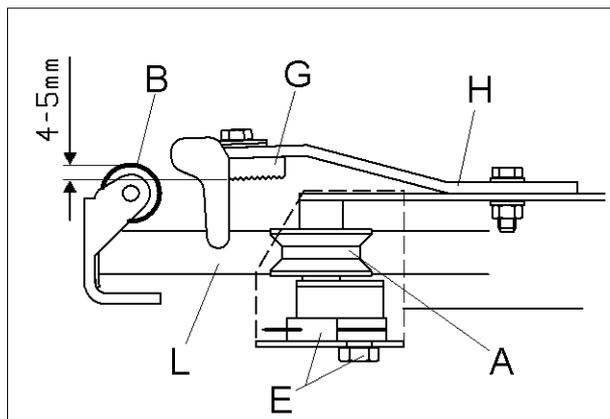
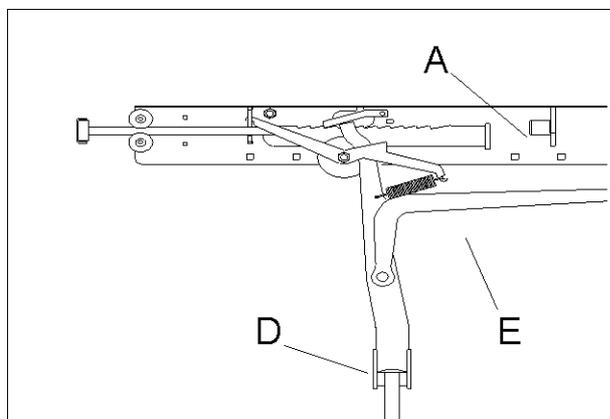

Fig. 58
Fig. 61
Desserrer les boulons (fig. 58/E) et retirer le couteau usagé. Installer le nouveau couteau et serrer les boulons. Ce couteau doit être parallèle au bord du capot et se trouver à 2 mm de celui-ci.
2) Vérifier que la crémaillère (fig. 58/L) a un minimum de jeu entre les rouleaux de guidage A. Si le jeu est trop important, la distance de 4 à 5 mm n'est plus respectée. La pression exercée sur l'arrêt B devient alors trop faible et le film glisse. Réduire le jeu en desserrant le boulon (à l'intérieur du couteau fig. 58/E) avec soin et en poussant les rouleaux de guidage vers la crémaillère.
3. Le film n'est pas coupé	La pression exercée sur le galet B (fig. 58) est trop importante, si bien que la crémaillère ne revient pas entièrement en arrière. Régler sur 4 à 5 mm la distance entre le galet et la butée. En cas de besoin, utiliser la cale en position G ou H. Vérifier que le galet B tourne librement. Remplacer le couteau, si nécessaire.
4. Le film n'est pas maintenu en place	<p>La pression exercée sur le galet (fig. 58) est insuffisante. Vérifier la distance de 4 à 5 mm. Vérifier la présence d'un jeu entre les rouleaux de guidage A et la crémaillère L.</p> <p>Contrôler que le galet B est propre. Il ne doit pas y avoir de l'huile sur sa surface. Contrôler l'usure de la butée. La remplacer au besoin.</p> <p>La crémaillère L se déclenche trop tard. Voir point 2.</p> <p>La plaque d'extrémité avec le galet B bute contre le couteau.</p> <p>Régler à l'aide de cales sous l'arrêt du collecteur A (fig. 61) de manière à obtenir une distance de 2 à 3mm entre le bord de la plaque d'extrémité et le support de couteau (voir fig. 50)</p>